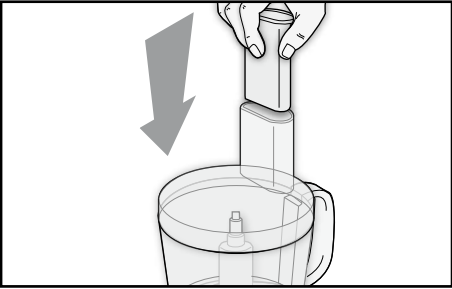

Fig. 8
- Se durante il funzionamento si rendesse necessario aggiungere alimenti, utilizzare il foro presente sul coperchio (E). Spingere gli alimenti inseriti con l'ausilio del premicibo (F) (Fig. 8).
- Per interrompere il funzionamento dell'apparecchio agire sulla manopola (A) e posizionarla su "0".